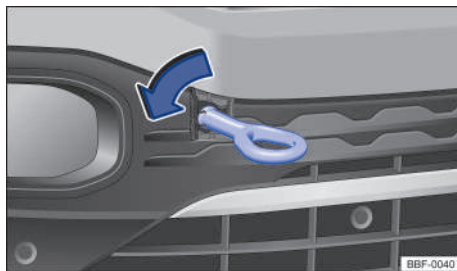

Fig. 166 En el parachoques delantero a la derecha: enrosque la argolla de remolque.
- Enrosque la argolla para remolque tan firme como sea posible **en sentido antihorario** en el alojamiento → **fig. 166** ① → ②. Utilice un objeto adecuado para que la argolla de remolque, se pueda enroskar firmemente en el alojamiento.